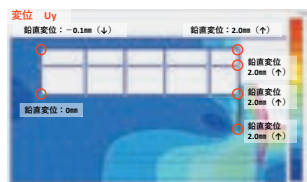

図3 FEM解析による挙動解析
- ①根切りによる山留め壁挙動解析
- ②除載荷を考慮した施工段階毎の地盤の浮上り沈下解析
- ③FEM解析を用いた周辺地盤および近接函体の挙動解析(図3)
- ④近接函体の工事影響に伴う応力照査検討